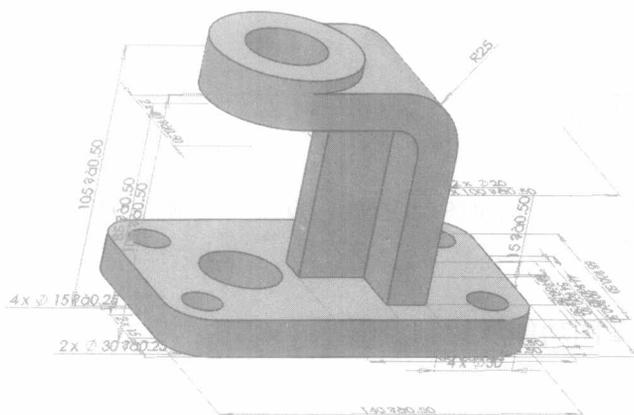

图 1-15 DimXpert 尺寸标注
(4) DimXpert 尺寸标注器。运用 DimXpert 功能对零件进行尺寸标注并且可以应用到 2D 视图中，如图 1-15 所示，自动标注 3D 零件的尺寸。